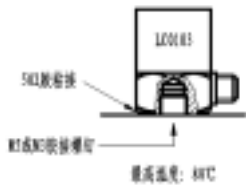
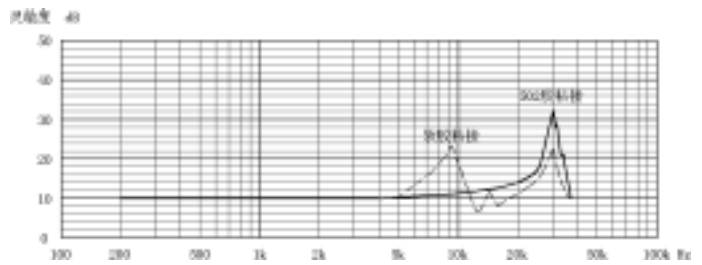

图 8 胶粘剂安装示意图
图 9 胶粘剂安装频响曲线图
(3)胶粘剂安装：可用多种胶粘剂粘接，胶接面要平整光洁，并需按胶接工艺清洗胶接面。目前常用的 502 胶粘接工艺如下：a. 先用 200-400# 砂纸对安装面进行打磨；b. 用丙酮或无水乙醇清洗打磨面，并彻底擦干；c. 于粘接部位滴适量的 502 快干胶，之后用手（或加压）将传感器压住几秒钟，待胶初步固化后松开手（或去掉压力），静置十几秒，使胶彻底固化达到胶接强度；d. 欲取下粘接在被测物体上的传感器，请先于粘合部位涂布丙酮，过几分钟后用起子取下，注意不要用力过猛！如果轻轻用力取不下时，可再涂布溶剂，待几分钟再轻轻取下。对大加速度的测量，请计算胶接强度。胶粘剂安装示意图及频响曲线图如图 8、图 9 所示：